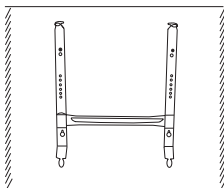

Рис. 5
- поместить кронштейн на стену и закрепить его (рис. 5);